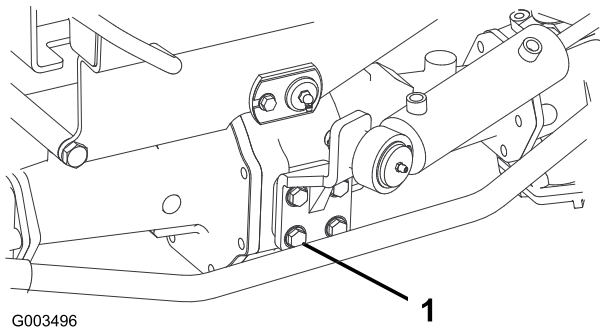

Figura 54
2. Compruebe el par de apriete de los pernos de montaje del cilindro de dirección (Figura 54). Debe estar apretado a 65-81 Nm.